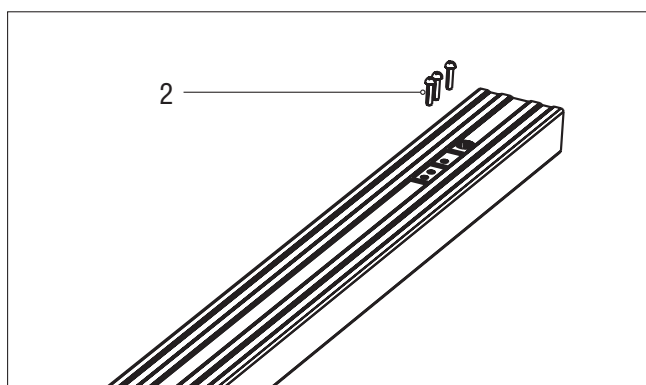

Рис. 2
3. Открепите винты держателя звездочки поз. 2 (рис. 2).